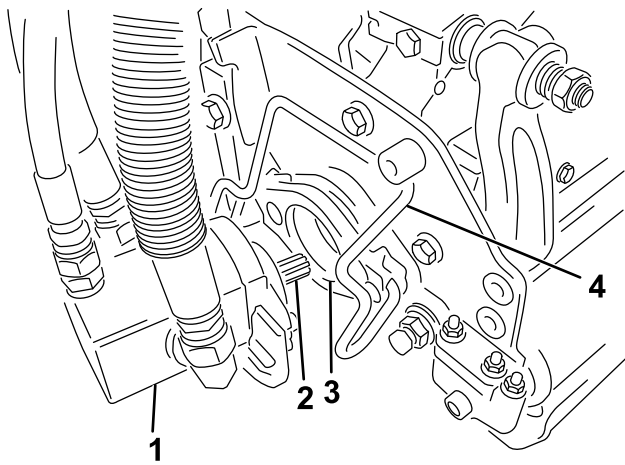

図 34
5. カッティングユニット用モータのスプライン・シャフトにきれいなグリスを塗りつける（図 34）。
6. モータを、カッティングユニットの左側（運転席から見て）に取り付け、カッティングユニットについているモータ固定バーを、モータの上から被せるようにセットし、モータの左右から「カチッ」というロック音が聞こえるまで押し下げる（図 34）。